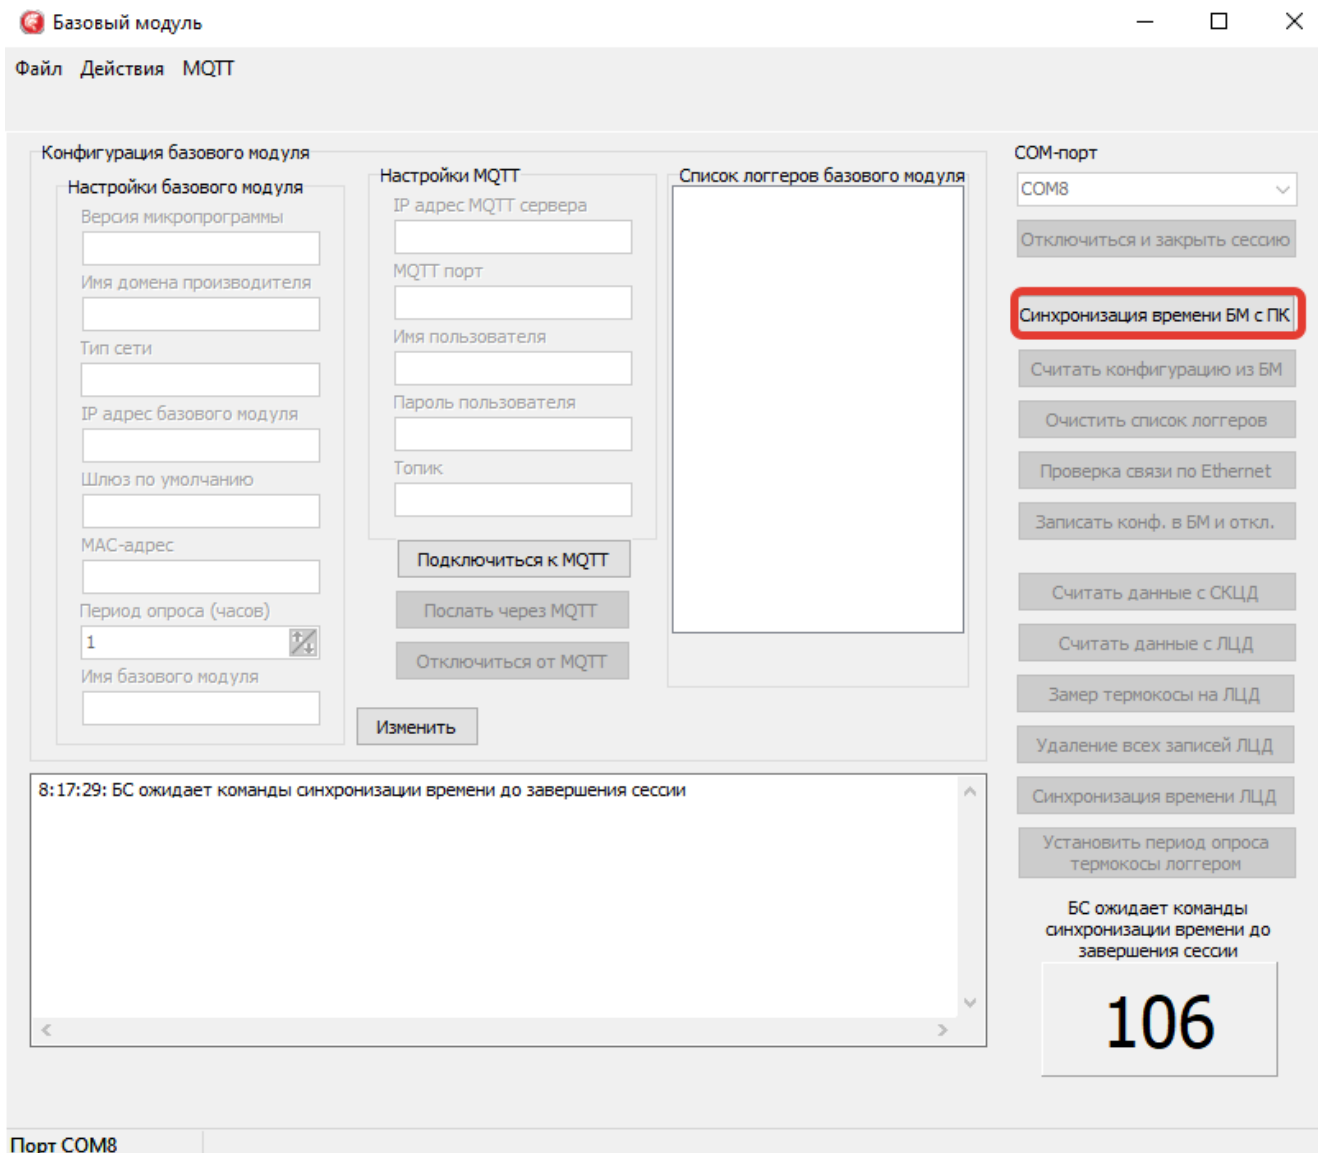

Рисунок 3
2.5.2.2 Затем нажать кнопку «Синхронизация времени БМ с ПК» (рисунок 3).